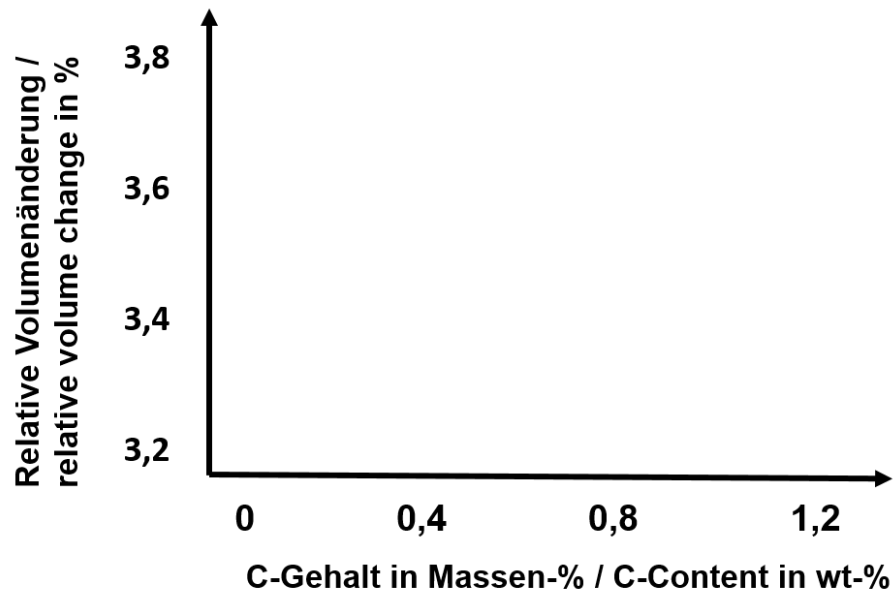

Abbildung 1
- c) Skizzieren Sie den Einfluss des Kohlenstoffgehaltes auf die Volumenänderung bei der Martensitbildung in **Abbildung 1**. (1 Punkt)